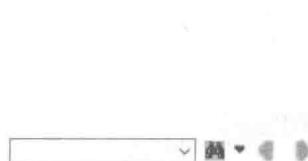

图 1.3.4 查询栏
- (1) 启动 OrCAD Capture，打开 demo.dsn。
- (2) 在菜单栏单击 Search，如图 1.3.4 所示。